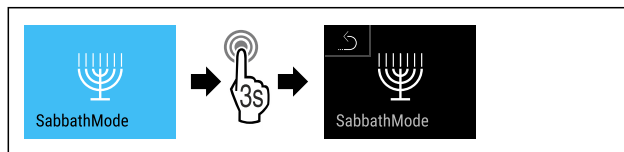

Fig. 13
- ▶ Proveďte kroky postupu (viz Fig. 13).